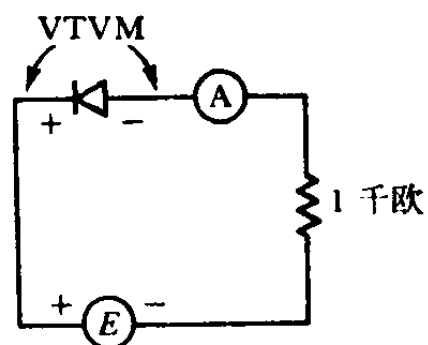

图 1-5
2. 连接图 1-5 的电路。把电源电压准确地调到 0 伏。增加电源电压(每次小量地增加)，并把电流记录在记录表的表 1-1 内。当心：不许超过在步骤 1 内列出的最高反向电压。